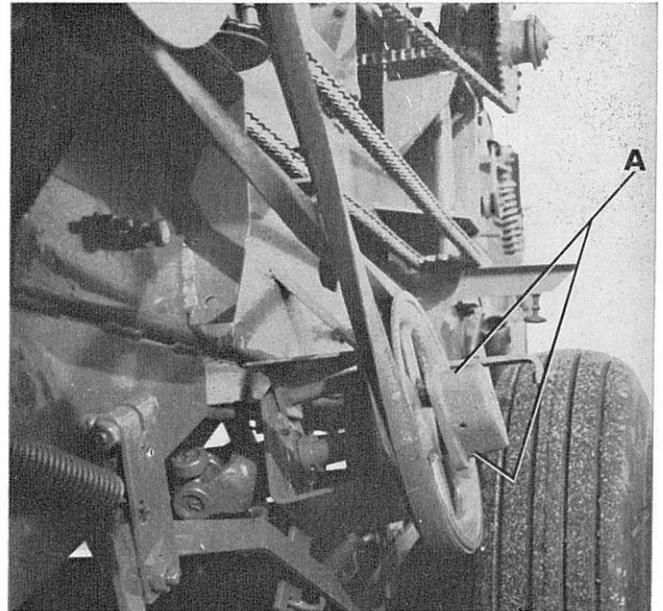

FIG. 14
- Chevilles de roue libre de la commande du ramasseur ..... A fig. 14